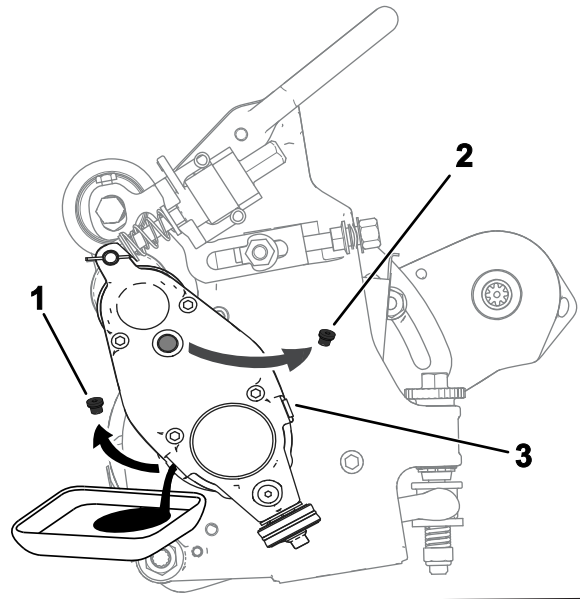

图 23
5. 倾斜滚刀组如图 23 所示直至排油口转向底面确保完全排净。